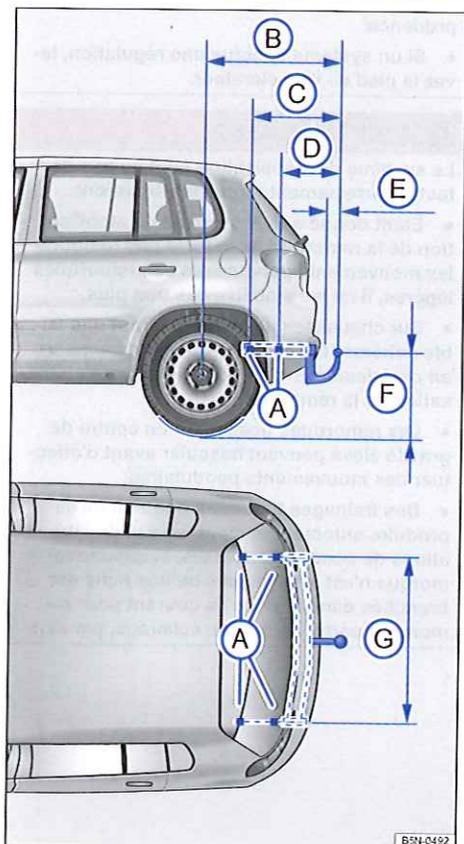

Fig. 112 Cotes et points de fixation pour l'installation d'un dispositif d'attelage en deuxième monte.
Vous devez respecter dans tous les cas les cotes d'écartement lors de l'installation d'un dispositif d'attelage en deuxième monte. La plus petite cote allant du milieu de la boule jusqu'à la chaussée → fig. 112 (F) ne doit en aucun cas être inférieure à celle indiquée. Ceci est également valable lorsque le véhicule est complètement chargé, poids sur flèche maximal compris.
Cotes d'écartement → fig. 112 :